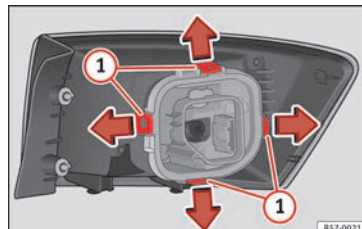

Abb. 112 Befestigungslaschen Rückseite Heckleuchte.
7. Bauen Sie den Lampenträger » **Abb. 112** aus, indem Sie die Befestigungslaschen ① entriegeln.